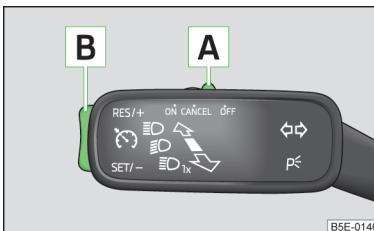

Fig. 133
- Ponga el conmutador **A** » fig. 133 a la posición ON.
- Ponga el conmutador **A** » fig. 133 a la posición OFF.
➤ Presione el balancín **B** a la posición SET/- » fig. 133 de la página 154.
➤ Presione el balancín **B** a la posición RES/+ » fig. 133 de la página 154.
La velocidad memorizada se puede reducir presionando el balancín **B** en la posición SET/- » fig. 133 de la página 154.
El sistema regulador de la velocidad también se **desconecta temporalmente**, pulsando el conmutador **A** » fig. 133 de la página 154 a la posición de suspensión elástica **CANCEL** o bien el pedal de freno.